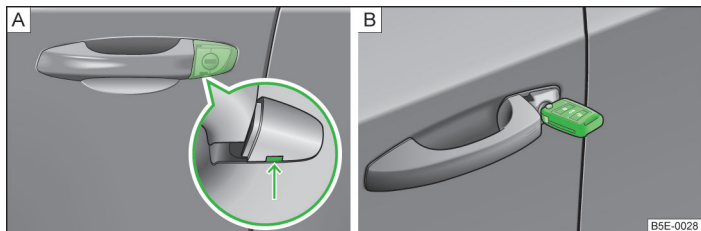

Fig. 201 Poignée dans la portière conducteur : Barillet de serrure recouvert/ barillet de serrure avec clé
- Insérez la clé du véhicule dans l'évidement sur le bas du cache et rabattez ce dernier vers le haut » fig. 201 - [A].
- Insérer la clé du véhicule (les touches dirigés vers le haut) dans le barillet de serrure et déverrouillez ou verrouillez le véhicule » fig. 201 - [B].